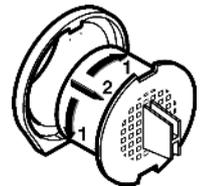

Fig. 23
- Ruotare il filtro a carboni attivi di 90° a destra o a sinistra Fig. 23 (1).
- Estrarre il filtro a carboni attivi Fig. 23 (2).
- Ruotare il nuovo filtro a carboni attivi di 90° verso destra o sinistra Fig. 23 (1), fino all'innesto.